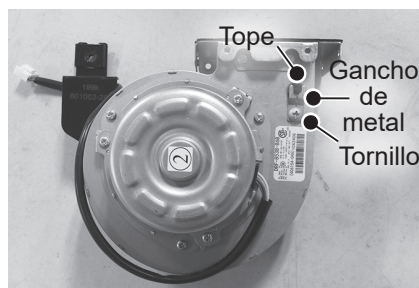

Figura 107 - Instalación del tope
- 27 Retire el tornillo que fija el gancho de metal y el tope al antiguo conjunto de ventilador. Deje el tornillo en un lugar seguro para volver a instalarlo. Consulte la Figura 107.
- 28 Con el nuevo gancho de metal, fije el nuevo tope al nuevo conjunto de ventilador con el tornillo que se retiró en el Paso 27. Consulte la Figura 107. Deseche adecuadamente el antiguo conjunto de ventilador.